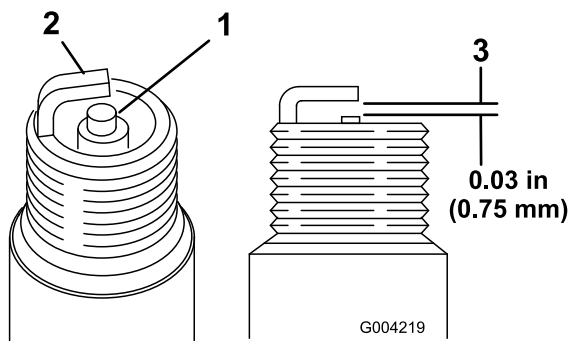

图49
- 查看两个火花塞的中心图49。如果您看到绝缘体上有浅棕色或浅灰色涂层、说明发动机运行正常。如果绝缘体上的涂层为黑色、则通常意味着空气滤清器已变脏。
2. 检查中心电极与侧电极之间的气隙图49。
3. 如果气隙不正确请弯转侧电极图49。